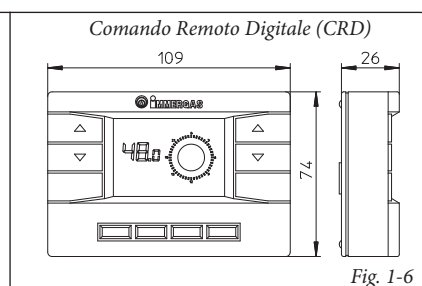

Fig. 1-6
• Dispositivo Comando Remoto Digitale con funzionamento di cronotermostato climatico (Fig. 1-6). Il pannello del Comando Remoto Digitale consente all'utente, oltre alle funzioni illustrate al punto precedente, di avere sotto controllo e soprattutto a portata di mano, tutte le informazioni importanti relative al funzionamento dell'apparecchio e dell'impianto termico con la opportunità di intervenire comodamente sui parametri precedentemente impostati senza necessità di spostarsi sul luogo ove è installato l'apparecchio. Il pannello del Comando Remoto Digitale è dotato di autodiagnosi per visualizzare sul display eventuali anomalie di funzionamento della caldaia. Il cronotermostato climatico incorporato nel pannello remoto consente di adeguare la temperatura di mandata impianto alle effettive necessità dell'ambiente da riscaldare, in modo da ottenere il valore di temperatura ambiente desiderato con estrema precisione e quindi con evidente risparmio sul costo di gestione. Il cronotermostato è alimentato direttamente dalla caldaia tramite gli stessi 2 fili che servono per la trasmissione dati fra caldaia e cronotermostato.